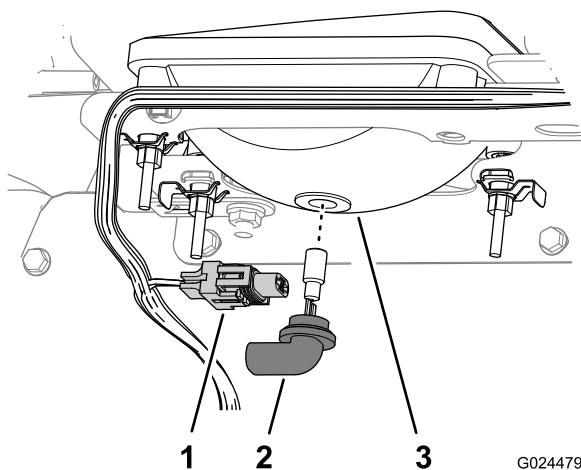

Figure 40
3. Débranchez le connecteur électrique du faisceau du connecteur de l'ensemble lampe situé au dos du boîtier du phare (Figure 40).
4. Tournez l'ensemble lampe de 1/4 de tour dans le sens antihoraire et tirez-le en arrière hors du boîtier (Figure 40).
5. Insérez l'ensemble lampe neuf dans le boîtier du phare et alignez les languettes de l'ensemble lampe sur les fentes du boîtier (Figure 40).
6. Fixez l'ensemble lampe en le tournant de 1/4 de tour dans le sens horaire (Figure 40).
7. Branchez le connecteur électrique de faisceau au connecteur de l'ensemble lampe neuf (Figure 40).